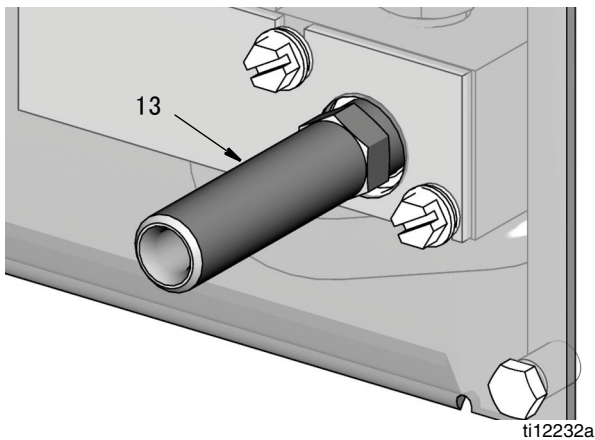

图 19
9. 通过前面板 (107) 上的大孔将螺纹套适配器 (13) 安装在歧管 (14) 上 (图 19)。